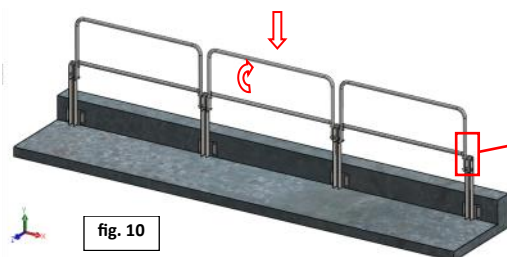

fig. 10
- Procedere con l'installazione dei successivi montanti e moduli fino alla chiusura della superficie da mettere in sicurezza (fig.10).